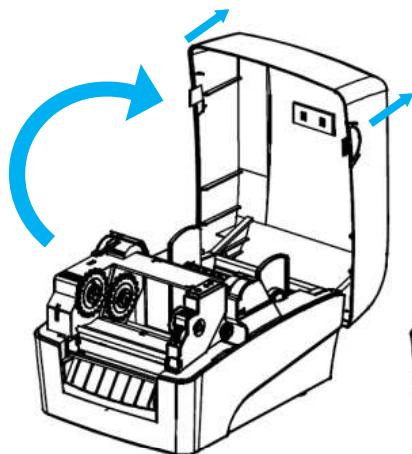

图 2.2.1
- 双手捏住开盖扳手将上盖向上翻，打开打印机的上盖（见图 2.2.1）；